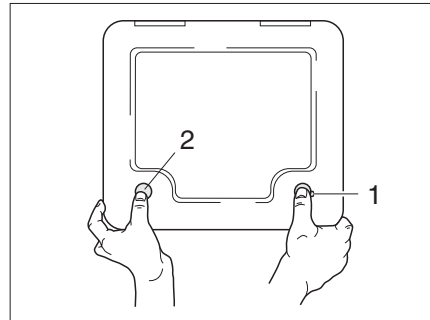

Bild 14 Utvändig lucka Thetford-kassett med magnet
- ▶ Stick in nyckeln i låscylindern i trycklåsets (Bild 14,1) och vrid ett kvarts varv.
- ▶ Tryck samtidigt in trycklåset (Bild 14,1) och den magnetiska tryckknappen (Bild 14,2) med tummarna och öppna den utvändiga luckan.
Den utvändiga luckan (Bild 14) hålls på plats av den magnetiska tryckknappen (Bild 14,2) på husbilens yttervägg.
- ▶ Stick in nyckeln i låscylindern (Bild 14,1) och vrid ett kvarts varv.